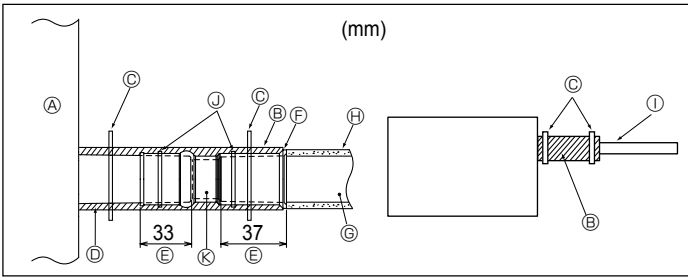

Fig. 3-5
1. Ligue o bocal de drenagem (fornecido com a unidade) à porta de drenagem. (Fig. 3-5) (Fixe o tubo com adesivo PVC e depois ate-o com uma banda.)
[Fig.3-5]